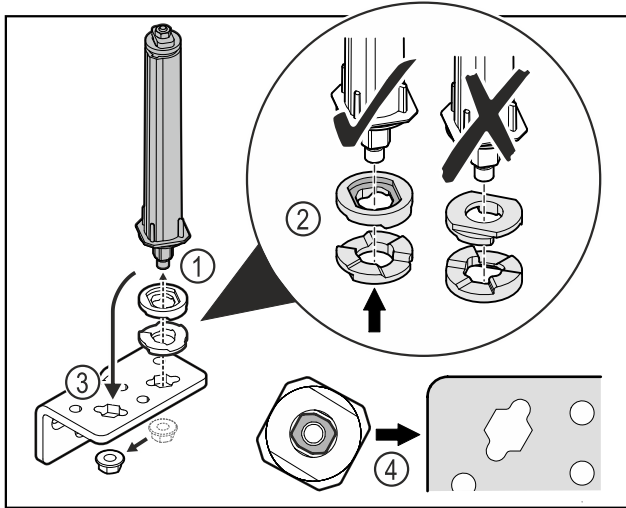

Fig. 29
- ▶ Mutter lösen und Türschließsystem entfernen Fig. 29 (1).
- ▶ Auf die korrekte Ausrichtung der Höhenverstellungsscheiben achten Fig. 29 (2).
- ▶ Türschließsystem im Scharnierwinkel umsetzen und mit der Mutter fixieren Fig. 29 (3).
- ▶ Beim Einsetzen auf die korrekte Ausrichtung des Türschließsystems achten Fig. 29 (4).